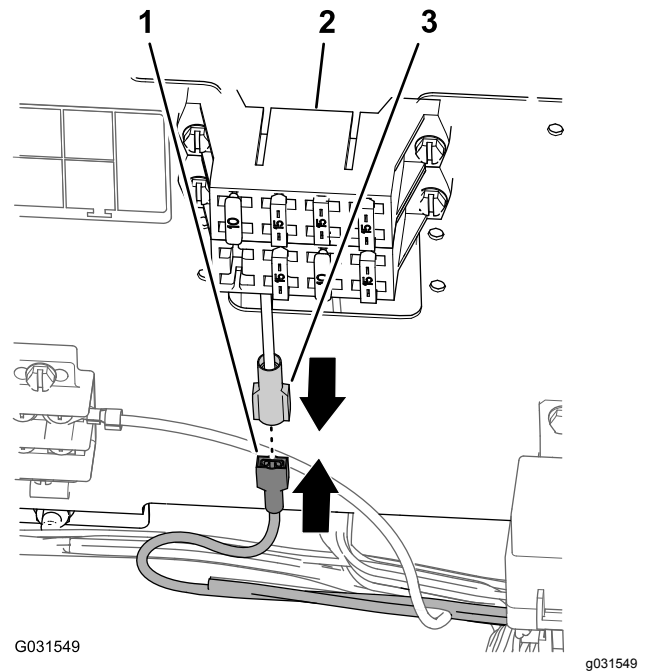

Bild 203
1. Schließen Sie bei Maschinen mit einem Flachstecker für das Anbaugerät am Sicherungskasten der Maschine den Flachstecker des Kabelbaums für das Finishingkit am Buchsen-Stecker des Sicherungskastens der Maschine an (Bild 203).